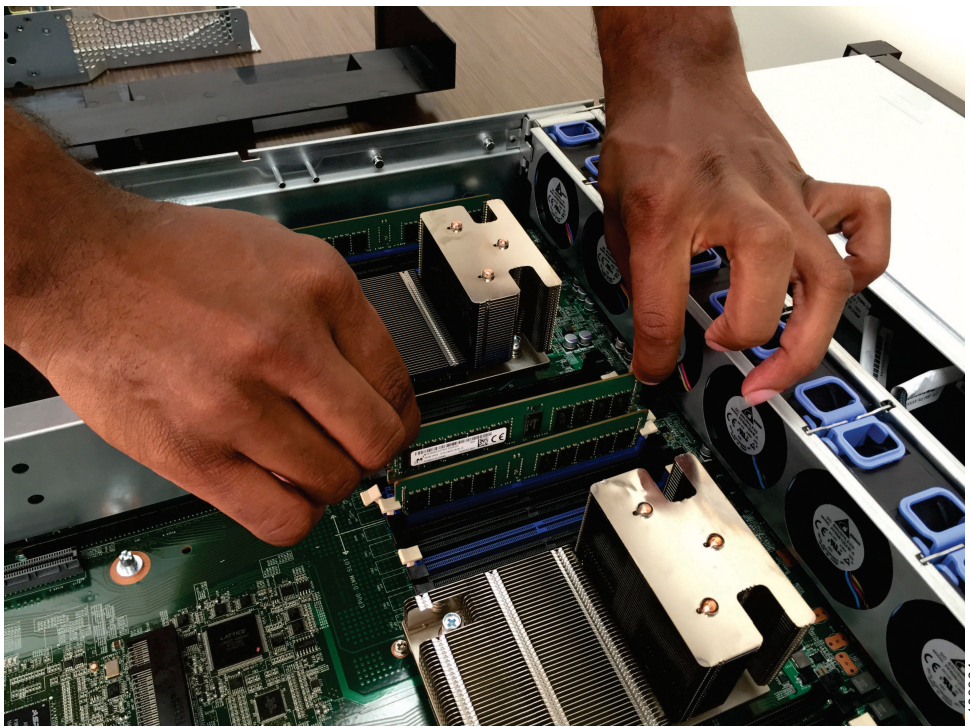

Figura 108. Removendo um Módulo de Memória
6. Levante o DIMM para cima e para fora do slot, conforme mostrado em Figura 108 na página 139.